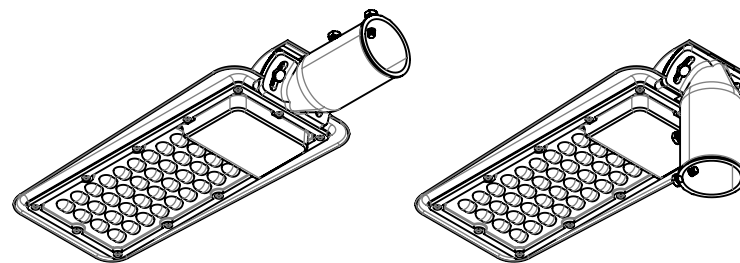

Рисунок 2. Схема монтажа
- 8.1 Присоединить универсальный монтажный кронштейн в требуемом положении к корпусу светильника с помощью болтов М6х16, разрезных шайб (шайб Гровера) и плоских круглых шайб (Рис.2).